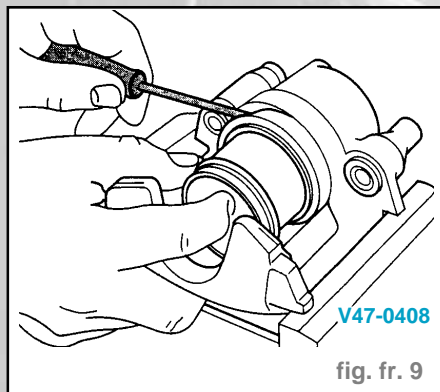

fig. fr. 9
- Insérer la lèvre d'étanchéité intérieure dans la gorge du cylindre en utilisant un tournevis (fig. fr. 9).
- Mettre en place la lèvre d'étanchéité intérieure du capuchon de protection avec un tournevis dans la gorge du boîtier d'étrier de frein (fig. fr. 9).